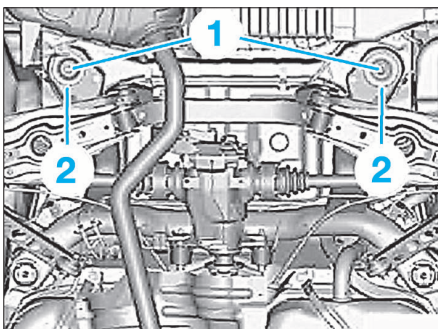

FIG. 28
- Défaire les vis (1) et basculer/retirer le tampon de butée (2) par le côté (Fig.28).